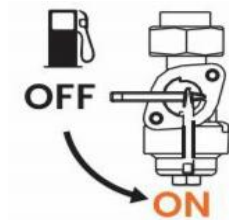

Рисунок 2
- Установите выключатель двигателя (Рисунок 2) в положение ON (ВКЛ)